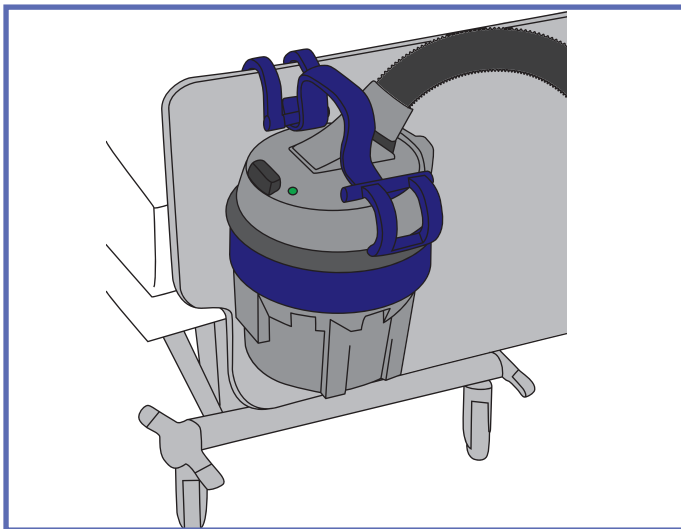

Fig. 8
- Cuelgue el suministro de aire del colchón *Maxi Air* en la superficie receptora mediante los ganchos de sujeción. Asegúrese de que esté bien sujeto para evitar que se mueva o se caiga (consulte "Fig. 8").